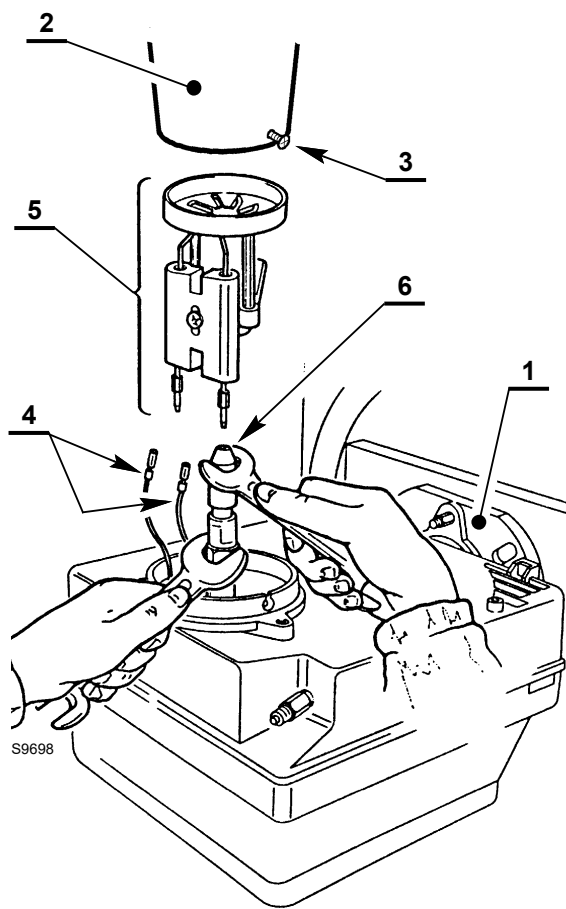

Рис. 13
**2-й способ** (Рис. 13):
- Замените и правильно затяните форсунку 6), как показано на Рис. 13.